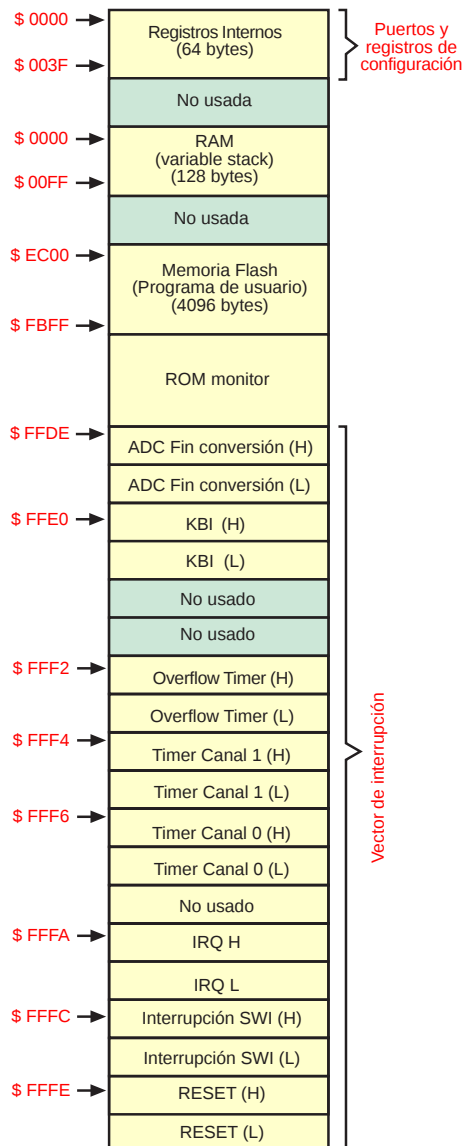

Figura 4. Mapa de la memoria interna del microcontrolador
En la figura 4 se muestra el mapa de memoria completo del JK3. Allí se encuentran las direcciones de los registros internos, la posición que ocupa la RAM y la parte asignada al programa del usuario. De igual manera, se observa la zona en la cual se encuentra almacenado el programa de fábrica (ROM MONITOR) que nos permite realizar simulación, *debug* y programación del microcontrolador. En la zona alta de memoria se encuentran los vectores de interrupción y en ellos se encuentra la dirección (2 bytes) con la cual se carga el contador de programa (PC) cuando se presenta alguna de las interrupciones.